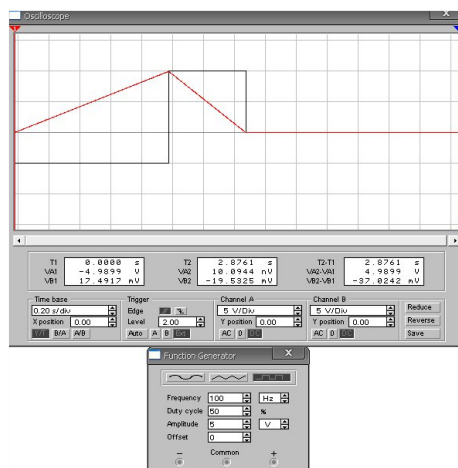

Рис.4. Параметры настройки приборов
2. Параметры начальной настройки приборов показаны на рис.4.